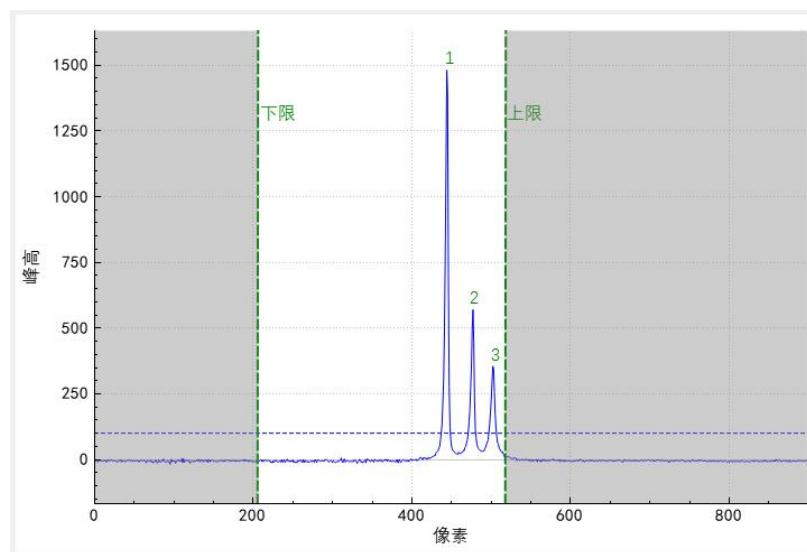

图 7-8 被测物位于量程远端
3. 使被测透明物体分别位于探头量程的远端（在远端时距离 2 靠近量程边缘）、中心、近端（在近端时距离 1 靠近量程边缘），如图 7-8 至图 7-10 所示，然后在三个位置分别点击采样，得到三个不同波长下的折射率。
- 测量透明物体位置时，只需要两个峰值即可，图 7-8 至图 7-10 中第 3 个峰，为放置透明物体的平面所返回的峰。